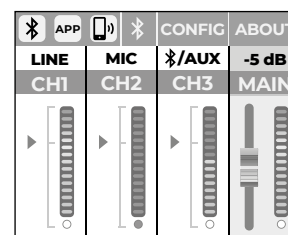

fig. 1
Le compartiment d'accès au bloc-batterie se trouve au bas du subwoofer. Pour accéder à la batterie, enlever les vis de fixation du couvercle (Fig. 1)
1. Placer le subwoofer sur une surface plane sans aucun dénivelé (Fig. 1).
**5.1 | PAGE MENU PRINCIPAL (Fig.1)**